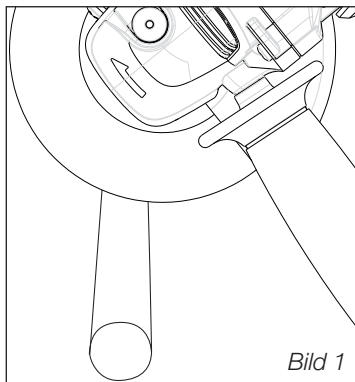

Bild 1
- Kapskivor får endast användas för kapning (bild 1), de får inte belastas i sidled.